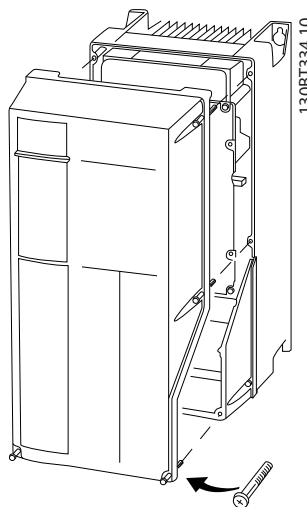

図 2.18 A4、A5、B1、B2、C1 および C2 エンクロージャーのコントロール配線アクセス
- あるいは、ネジを緩めてフロントカバーを取り外します。図 2.18 を参照